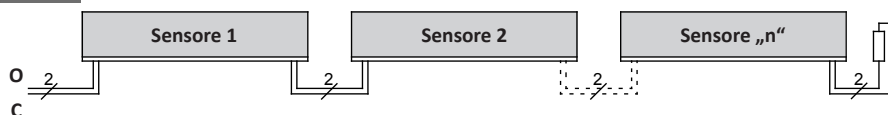

Figura 1: collegamento di più sensori
8.4 Collegamento di più sensori ad un solo circuito (figura 1)
All'ingresso dei sensori **O** o **C** si possono collegare uno o più sensori. I singoli sensori vengono collegati in serie come illustrato in figura 1.